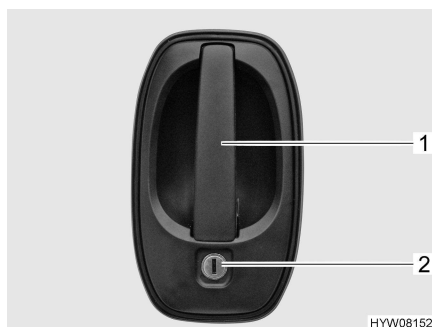

Fig. 15 Cerradura de la puerta (puerta del conductor, puerta de entrada, en el exterior)
- Introducir la llave en el cilindro de cierre (Fig. 15,2) y girarla hasta que esté desbloqueada la cerradura de la puerta.
- Tirar del tirador de la puerta (Fig. 15,1). La puerta está abierta.
- Introducir la llave en el cilindro de cierre (Fig. 15,2) y girarla hasta que esté bloqueada la cerradura de la puerta.